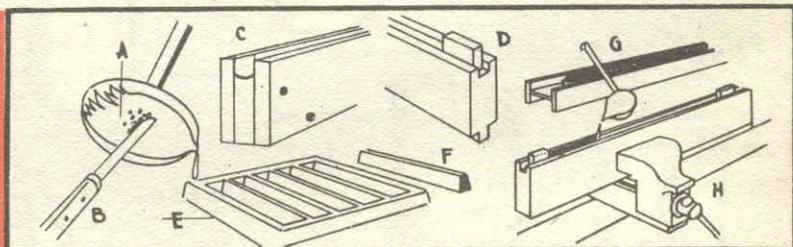

Fig. 1
lo zoccolo, si inserisce in un dado (12). Quest'ultimo viene saldato su di un supporto ad U che voi avrete confezionato in una lamiera da 1 mm. Infine la parte superiore della vite è munita di una spina radio di 35 mm. circa di \varnothing . L'involucro esterno della cassetta a lanterna (figura 3) viene realizzato secondo gli stessi principi della cassetta (fig. 1). Cominciate tagliando due rettangoli di 17x18,5 cm. in un multiplex di 15 mm. di spessore. Arrotondate uno degli angoli superiori sotto un raggio di 55 mm. (17). Prima di piegare la lamiera chiudendo i tre lati, aprite i deflettori superiori (18), e dopo che essa sarà stata inchiodata sui campi dei riquadri (17), date la forma a questi deflettori, martellandoli su una sbarra di acciaio di 8 mm. di \varnothing .
Al fine di evitare delle perdite di luce sotto l'estremità della lamiera (19), incollate sullo zoccolo (1) due bordi di gomma-piuma. L'attacco di questa scatola a lanterna sullo zoccolo, come anche il suo dispositivo di chiusura, si effettua con quattro ganci del tipo scatola da sigari (fig. 1).
L'ultima guerra da molto tempo passata ci ha lasciato del materiale vario. Tra questo noi troviamo quello che di più ci interessa e che ci fornirà la materia prima, vale a dire i bossoli di proiettili di qualsiasi calibro. Essi hanno coperto i margini delle strade e delle campagne e sono rari coloro che non ne hanno qualcuno in fondo alla soffitta, tenuto come ricordo, o più prosaicamente per il metallo (fig. 8). Questi vecchi bossoli ci permetteranno di realizzare dei graziosi e resistenti vasi dalle forme moderne o dei gradevoli coprivaso, cestelli, ecc... (vedi da fig. 1 a 7).
Il più facile da eseguire è il modello della figura 1, è stata praticata una apertura laterale, per formare due aperture che ci permetteranno di disporre dei fiori a lungo stelo in quella superiore, ed a corto stelo in quella inferiore (fig. 1). Inizieremo staccando il bordo superiore in modo irregolare, questo taglio sarà fatto per mezzo di una sega montata con una lama speciale per i metalli (figura 20). Questa lama si presenta come un filo intrecciato sul quale la dentatura è disposta a spirale (fig. 20 bis), queste lame danno modo di lavorare in tutti i sensi senza far variare la posizione della montatura. L'apertura laterale sarà fatta sotto forma di spacchi irregolari.
punto di fusione inferiore a 200° e queste saldature cosiddette deboli sono composte unicamente da piombo e stagno. Per preparare questi bastoncini è sufficiente fondere i diversi componenti e colorarli in una forma adatta al lavoro (fig. 1). Tenete conto che la preparazione degli stessi componenti fa variare considerevolmente il punto di fusione della lega. Ecco alcune proporzioni da rispettare affinché i metalli da fondere siano della maggior purezza.
Il piombo deve essere fuso separatamente in un mestolo in ferro (A fig. 1) e dopo la